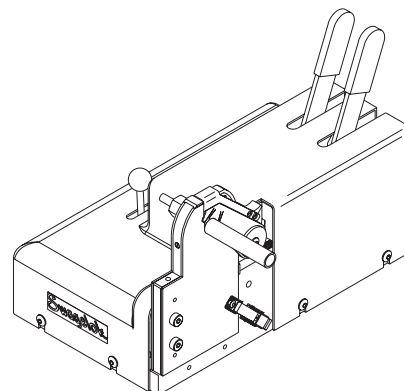

Figure 27 溶接物の固定
7. 溶接物を所定の位置に固定します。**Fig.27**をご参照ください。